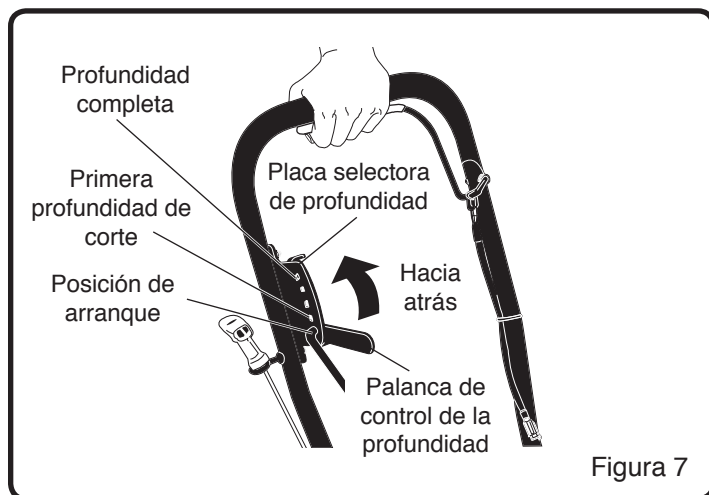

Figura 7
1. Colocar la bordeadora en una superficie a nivel. Colocar la palanca de control de la profundidad en la primera profundidad de corte (Véase la Figura 7), y verificar que el bastidor de la bordeadora esté a nivel.
Mover la palanca de control de la profundidad hacia atrás para aumentar la profundidad de corte. (Véase la Figura 7)
3. Colocar la palanca de control de la profundidad en la posición de arranque (Véase la Figura 7). Esto inclinará levemente el bastidor y el motor hacia atrás.